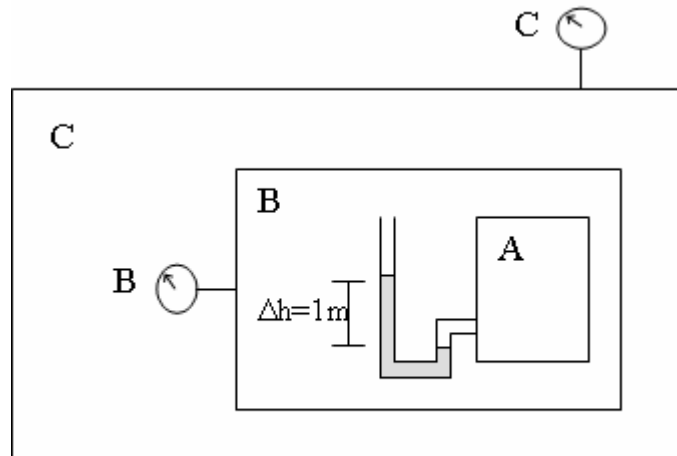

Figura 1.5
23. Se tiene el siguiente sistema mostrado en la Figura 1.5. Al recipiente A está conectado un manómetro diferencial cuyo fluido manométrico tiene una densidad de $13,6 \text{ g/cm}^3$. La lectura del manómetro de Bourdon conectado al recipiente B es de 500 kPa, y el que está conectado al recipiente C indica una lectura de 200 kPa. Determinar las presiones absolutas en los tres recipientes. Considere la presión atmosférica de 100 kPa y $g = 10 \text{ m/s}^2$.